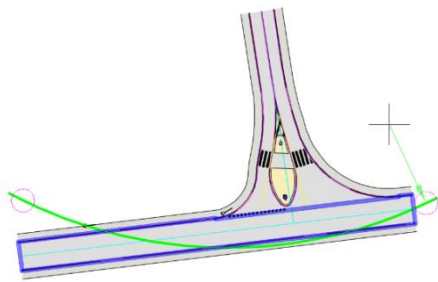
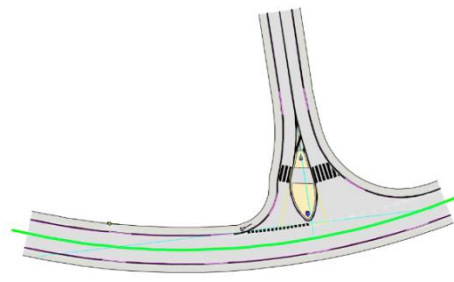

Figure 6: Sélection d'un nouvel axe pour le carrefour
Figure 7: Carrefour construit sur un nouvel axe
- [2] un nouvel axe pour le carrefour (voir Figure 6 et Figure 7),